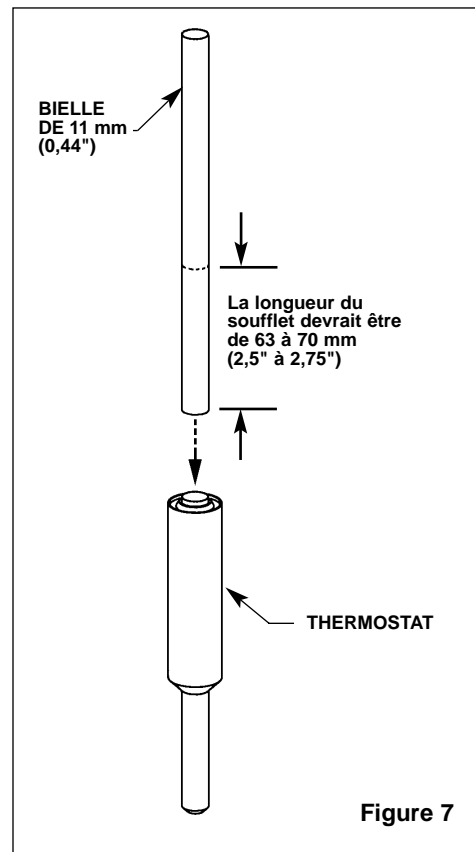

Figure 7
2. Insérer une bielle de 11 mm (0,44") de diamètre dans le soufflet du thermostat. Noter la longueur de la bielle dans le soufflet (voir Figure 7).
3. Noter la longueur du soufflet du thermostat [à température de la pièce, avec 4,45 kg / 44,5 N (10 lb) de force, la longueur du soufflet devrait être d'environ 67 mm (2,67")] (voir Figure 7).